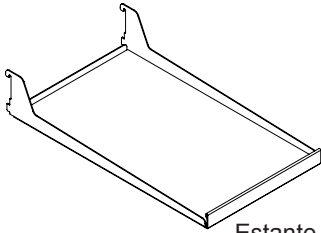

Figura 30
- (2) estantes en voladizo con marco y vidrio plano (vea la Figura 30).
- (1) estante en voladizo con vidrio plano, medio ancho (vea la Figura 30).